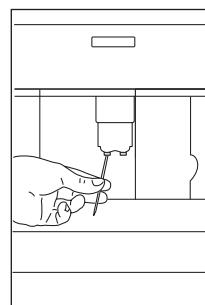

Рис. 34
- Регулярно проверяйте, не засорились ли отверстия кранника выдачи кофе. При необходимости удаляйте кофейные отложения зубочисткой (Рис. 34).